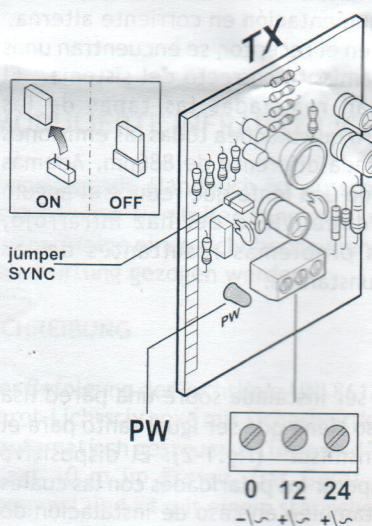
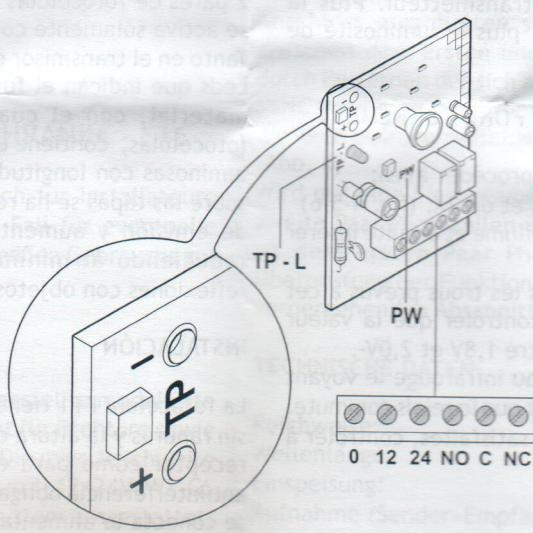
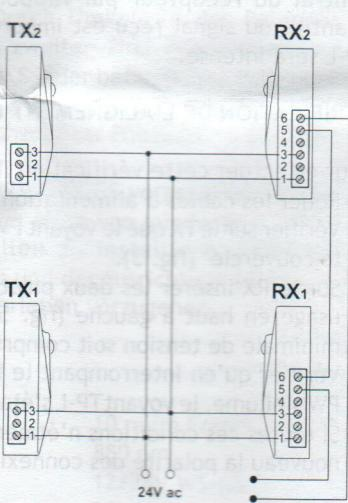

Fig. 4
Fig. 5
Fig. 6
Die Photozelle FT1 ist auf einer glatten rillenfreien Wand zu installieren. Dabei ist sowohl der Empfänger als auch der Sender auf derselben Höhe ab dem Fußboden anzubringen (Abb. 1-2). Der Sender ist mit einer Led-Anzeige PW, die als Spannungsanzeiger dient, und einer Polbrücke SYNC für die Aktivierung des Synchronismus ausgestattet (Abb. 4). Der Empfänger ist mit zwei Led-Anzeigen ausgestattet (Abb. 5): PW (EIN) zeigt an, dass der Empfänger unter Spannung steht und nicht mit dem Sender ausgerichtet ist, und TP-L, die die Signalmenge und die effektive Zentrierung des Empfängers hinsichtlich zum Sender anzeigt: je höher die empfangene Signalmenge ist, desto höher ist die Lichtstärke der TP-L.
- Die Spitzen des Spannungsmessers in die hierzu vorgesehenen Löcher oben links im Empfänger einfügen (Abb. 5) und überprüfen, ob sich der Minimalspannungswert zwischen 1,8V- und 2,0V- befindet.
Damit bei der Installation von zwei Paar Photozellen keine Störungen auftreten, müssen diese mit 12/24V WS gespeist werden. Das störsichere System ist so konzipiert, dass die Polaritäten für den in Abb. 6 dargestellten vorzunehmenden Anschluss einzuhalten sind. Durch Umkehren der Polarität zwischen dem ersten und dem zweiten Paar Photozellen und durch Entfernen der sich auf dem Sender befindlichen Polbrücke SYNC wird eine synchronisierte Funktionsweise gewährleistet, die jede Störung zwischen den zwei Paar Photozellen beseitigt (Abb. 4).
Sur le transmetteur se trouvent le voyant PW qui indique la présence/absence d'alimentation ainsi que le pont SYNC pour l'activation du synchronisme (fig. 4).
- Sur le RX insérer les deux picots dans les trous prévus à cet usage en haut à gauche (fig. 5) et contrôler que la valeur minimale de tension soit comprise entre 1,8V et 2,0V-.
Pour que cette installation ne donne pas lieu à des problèmes d'interférence, l'alimentation doit être 12Vac ou 24Vac. Le dispositif anti-interférence oblige à respecter les polarités entre la première et la deuxième paire de photocellules, comme l'on peut voir dans fig.6.
En el transmisor se encuentra el led PW que indica la presencia o la falta de alimentación (fig.4).
En el receptor se encuentran 2 leds (fig.5): PW (encendido) indica que el receptor está alimentado y no está alineado con el transmisor y TP-L que indica la cantidad de señal y el centrado efectivo del receptor con respecto al transmisor: mientras mayor es la cantidad de señal recibida, mayor será la intensidad lumínosa de TP-L.
- En el RX introducir las clavijas de contacto del probador de corriente en los agujeros apropiados arriba a la izquierda (fig.5) y controlar que el valor de tensión mínimo se encuentre entre 1,8V- y 2,0V-.
A fin de que este tipo de instalación no cree problemas de interferencia, la alimentación tiene que ser de 12/24Vac. Invirtiendo la polaridad entre el primero y el segundo par de fotocélulas se obtiene el funcionamiento sincronizado que elimina cualquier interferencia entre los dos pares (fig.6).